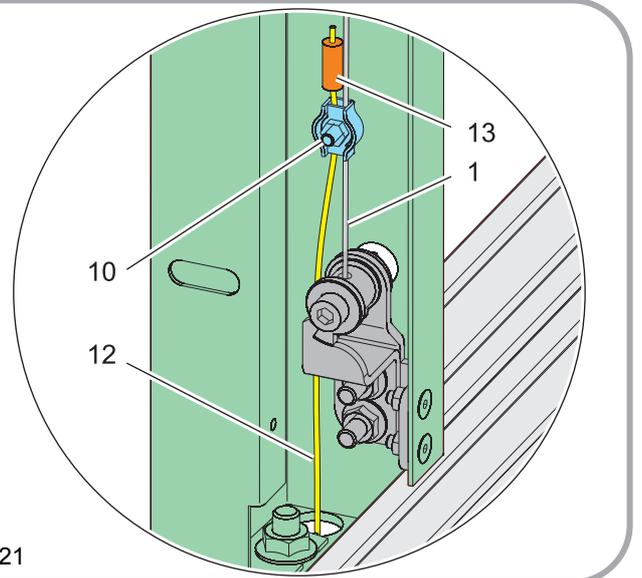

Abb. 21
- Notentriegelungsseil (2) (vormontiert im Kämpfer) zur Betätigungseinheit (1) verlegen und dort montieren
- Bei unterster Tür im Schacht: Notentriegelungsseil (3) von Betätigungseinheit (1) unter die Schwelle verlegen und dort die Schlaufe für die Betätigung herstellen (siehe Abb. 21)
- Funktionskontrolle: Leichtgängigkeit NE-Seil und vollständiges Zurückstellen des Notentriegelungshebels (4) nach der Betätigung von Position A nach Position B